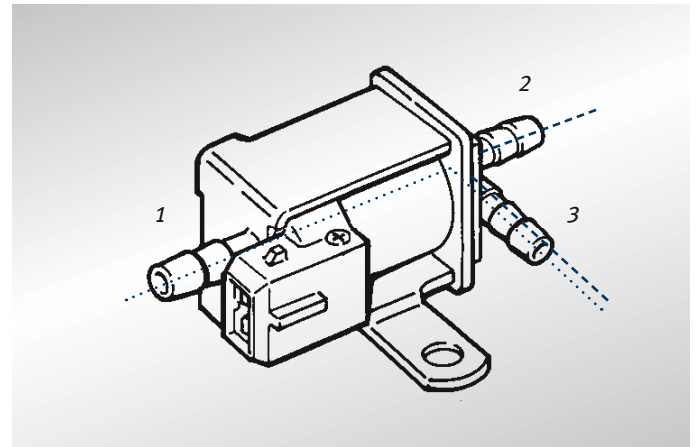

Abb. 3 Elektrisches Umschaltventil
- Mit Handunterdruckpumpe auf Durchgang prüfen, Abb. 3.
- Stromlos Handunterdruckpumpe an Anschluss 2, Abb. 3 anschließen und Druckdifferenz ca. 500 mbar anlegen